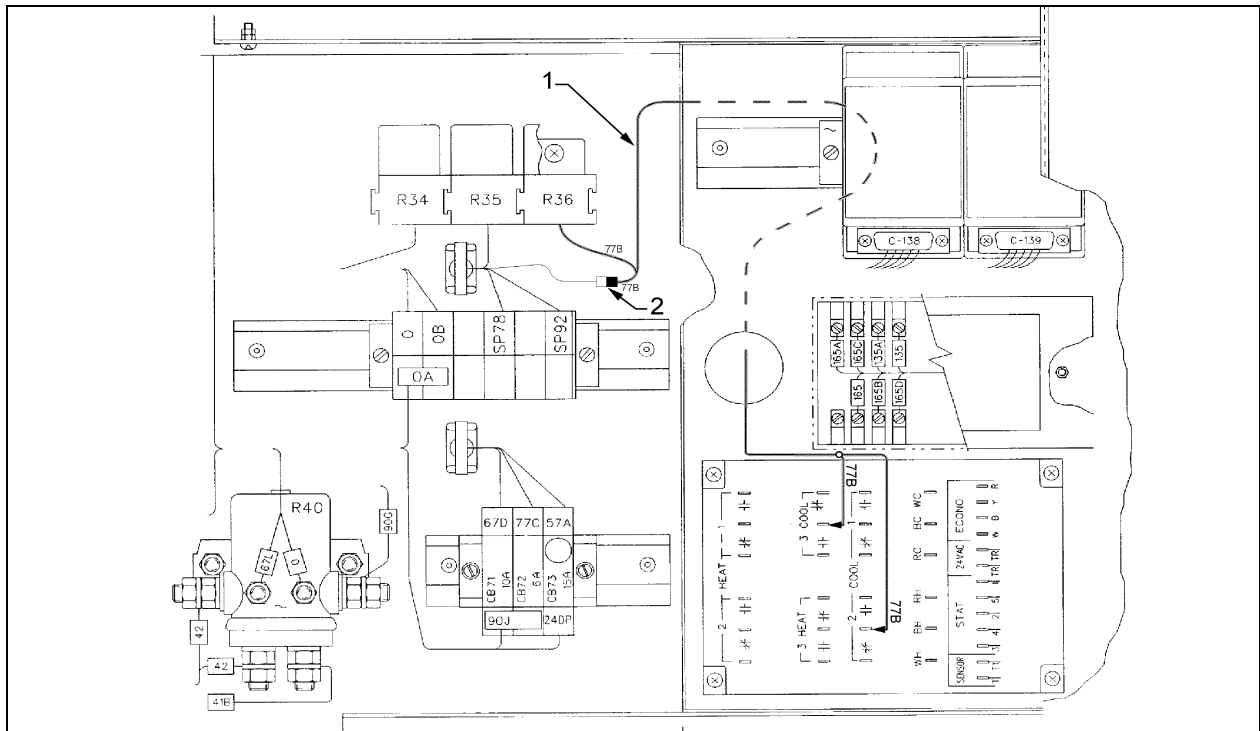

Figure 13: Aspect final des branchements dans la boîte de jonction de l'air climatisé. (1) Câblage 064933 ; (2) Gaine thermorétractible.
8. Retirer le fil 77B de la borne 87 du relais R36. Isoler ce fil à l'aide d'une gaine thermorétractible (élément 2, figure 13) et le brancher au câble #064933 (élément 1, figure 13);
10. Brancher les bornes restantes aux bornes « Cool 2 » et « Cool 3 » du panneau de contrôle de l'air climatisé, tel que présenté à la figure 13;